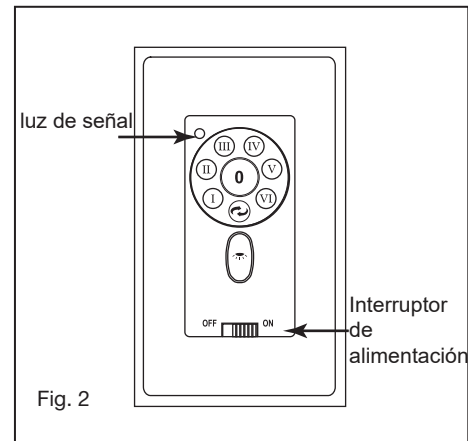

Fig. 2
- 1 Quite uno de los tres tornillos del eje de montaje ubicado en el motor del ventilador. Afloje los otros 2 tornillos. (No quitar) (Fig.2)
- 7** Luz de señalización (Fig. 2)